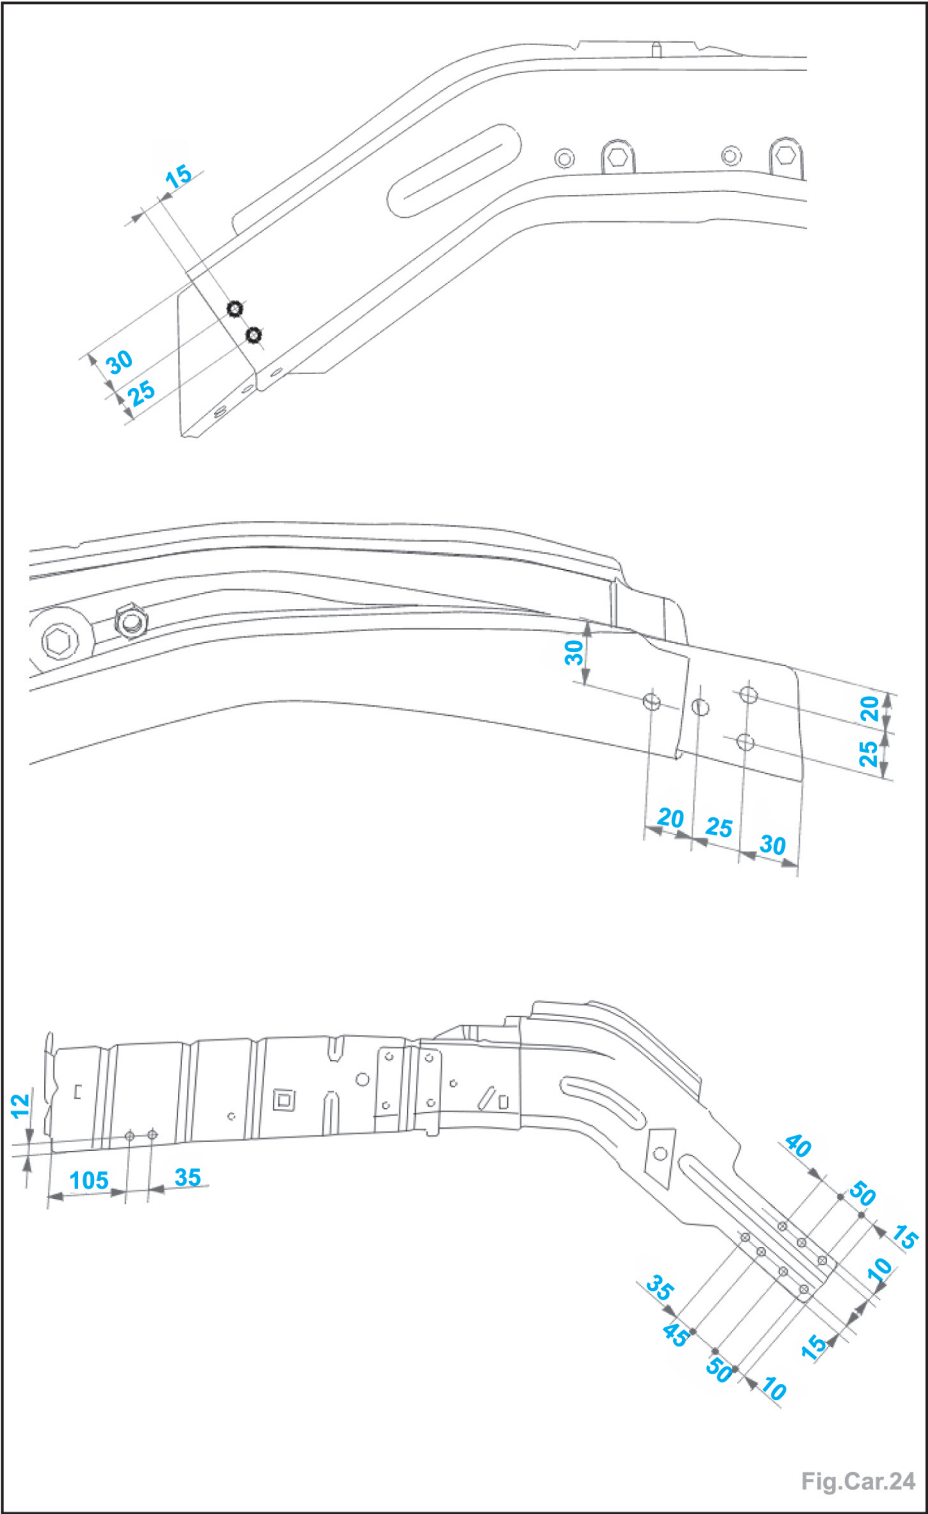

Fig.Car.24
- Tracer puis percer au  $\varnothing 8 \text{ mm}$  pour soudage ultérieur par points bouchons (Fig.Car.24).